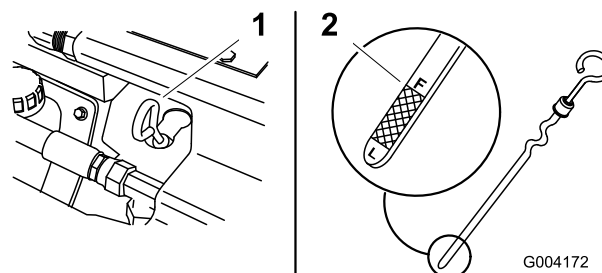

Figura 13
4. Limpie alrededor de la varilla de aceite (Figura 13).
5. Retire la varilla y limpie el extremo metálico (Figura 13).
6. Introduzca la varilla a fondo en el tubo de la varilla (Figura 13).